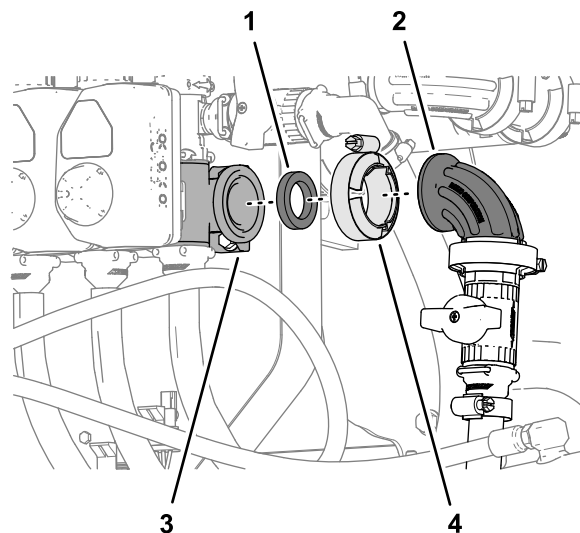

図 136
1. オプションのsprayスティックキットまたは電動ホースリールキット用のシャットオフバルブの 90° フィッティングを、ノズルバルブ 10 番のフランジに組み付けるフランジクランプとガスケットを使用する。クランプは手締めする 図 136。